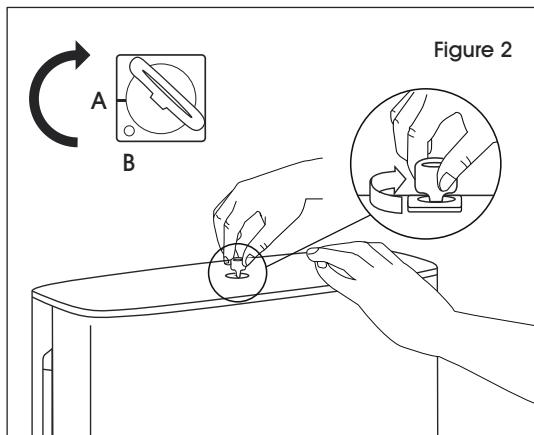

Figure 2
2. Tournez la clé dans le sens horaire et maintenez-la pour ouvrir le distributeur. (Voir Figure 2)